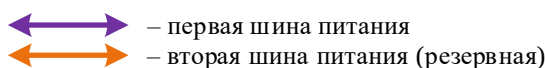

Рисунок 13 – Питание от двух источников разной модификации
- модуль источника без функции поддержки двух шин питания запрашивает только первую шину питания, поэтому для обеспечения функции резервирования шин питания в рамках крейта необходимо, чтобы второй источник питания с функцией поддержки двух шин питания работал по второй шине питания (Рисунок 13).